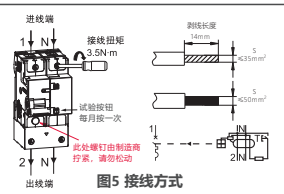

图5 接线方式
5.4 适用于铜导线连接，导线选择见表3，接线方式及剥线长度示意图如下图5。